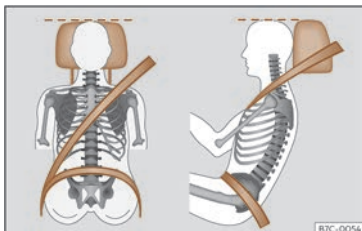

Fig. 3 Sangle bien ajustée et appuie-tête correctement réglé.
- Réglez l'appuie-tête de manière à ce que son bord supérieur soit, dans la mesure du possible, à la même hauteur que la partie supérieure de votre tête, et au moins à la hauteur de vos yeux. Gardez la nuque le plus près possible de l'appuie-tête»» **fig. 3.**